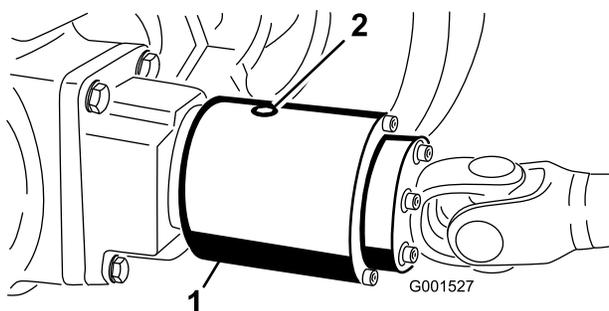

図 29
2. クラッチ(図 29)を回して点検プラグ(図で12時の位置にある)が4時の位置にくるようにする。